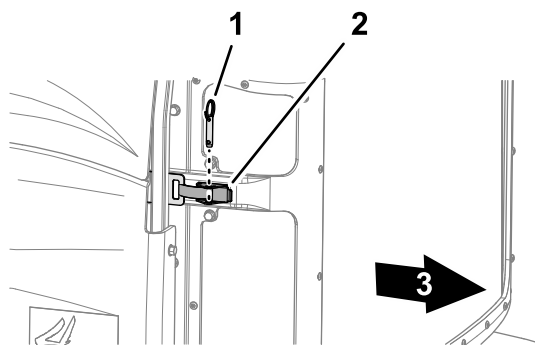

Bild 63
2. Entfernen Sie den Kugelstift von der Gitterverriegelung (Bild 63)